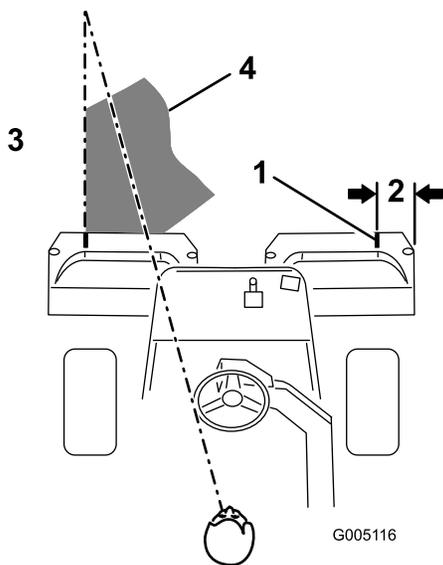

Рисунок 36
**Примечание:** Чтобы облегчить движение по полю строго по прямой и сохранять одинаковое расстояние от края предыдущей скошенной полосы, представьте, что на расстоянии примерно 1,8-3 м перед машиной находится воображаемая «линия прицеливания», идущая по краю нескошенной части поля (Рисунок 36). Некоторым операторам удобно использовать как часть ориентира наружный край рулевого колеса, т.е. удерживать край рулевого колеса совмещенным с точкой, которая всегда находится на одном и том же расстоянии от переднего края машины.